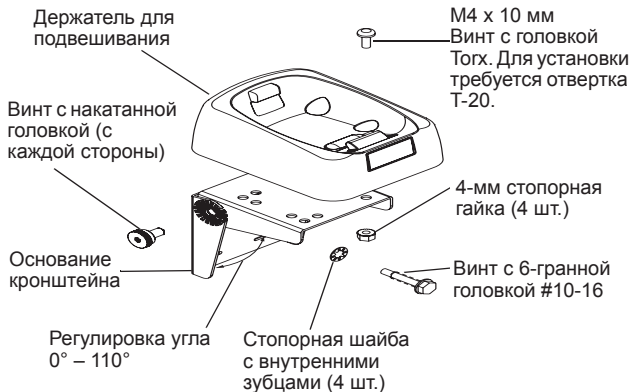

Рисунок 1. Кронштейн с регулируемым углом наклона
Выбрав место установки, выполните следующее (см. рис. 1):
4. Установите держатель-подвес на кронштейне как показано на рис. 1. Прикрепите держатель-подвес с помощью винта M4 x 10 и гайки M4, используя отвертку T-20 Torx.